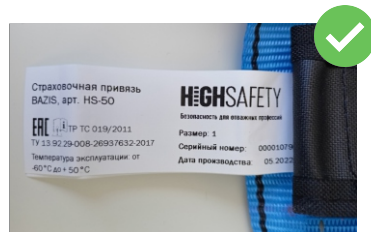

рис. 12
2. Проверьте маркировку на изделии. Она должна быть разборчивой и легко читаться (рис. 12).